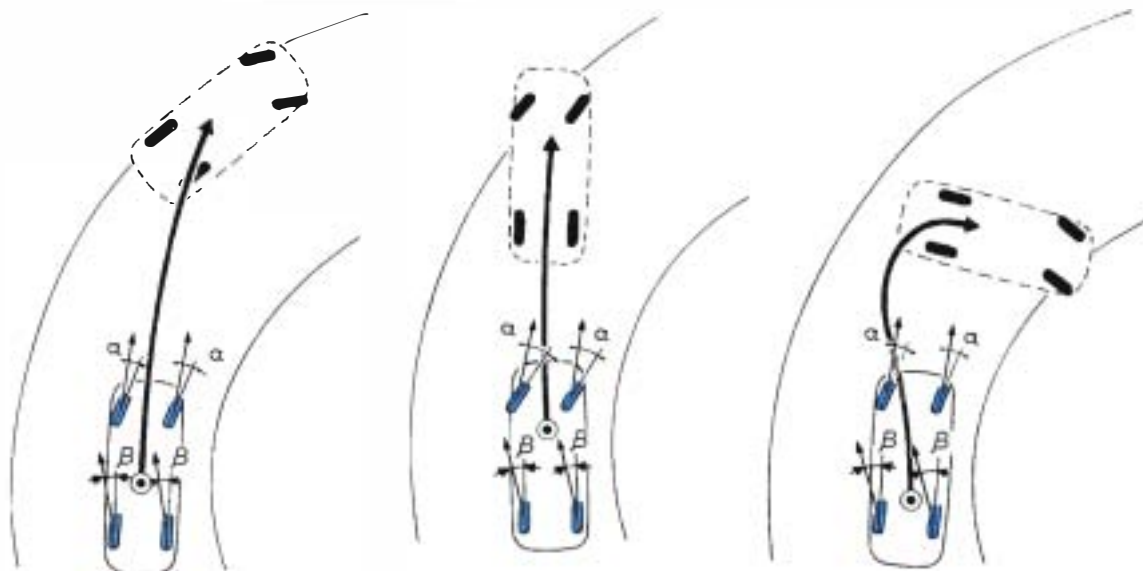

Figure 18.18 • Véhicule neutre :
• Différents comportements selon la place de G. Si le centre de gravité d'un véhicule est situé à une distance égale des deux essieux, l'angle de dérive sera identique sur tous les pneumatiques. On dit que le véhicule a un comportement **neutre** (figure 18.18).